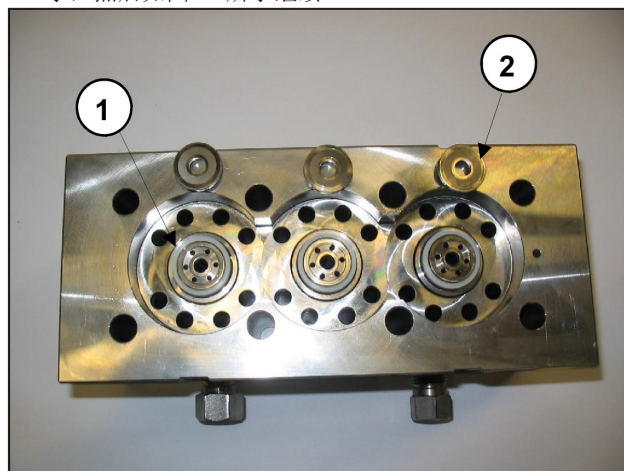

图 23
拆除泵缸套时，注意不要丢失阀座①和平阀②，如图图 23所示，它们由于只是平放，可能会跌落。